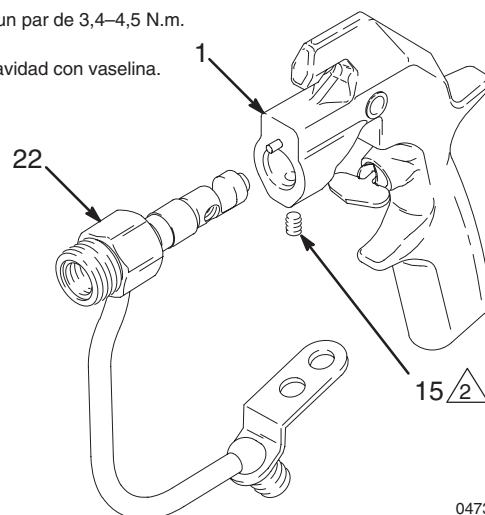

Fig. 18 04736
6. Introduzca el alojamiento de fluido (22) en el cuerpo de la pistola (1) hasta que quede bien acoplado. Apriete el tornillo de fijación (15) a un par de apriete de 3,4–4,5 N.m. Llene la cavidad del tornillo de fijación con vaselina. Vea la Fig. 18.